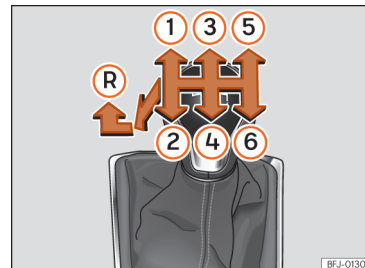

Abb. 122 Schaltschema eines 6-Gang-Schaltgetriebes.
Auf dem Schalthebel sind die Positionen der einzelnen Fahrgänge dargestellt »» **(Abb. 122)**.
- Schalthebel in die Neutralstellung bringen und nach unten drücken. Schalthebel ganz nach links und dann nach vorn in die Rückwärtsgangposition schieben »» (Abb. 122) (R).